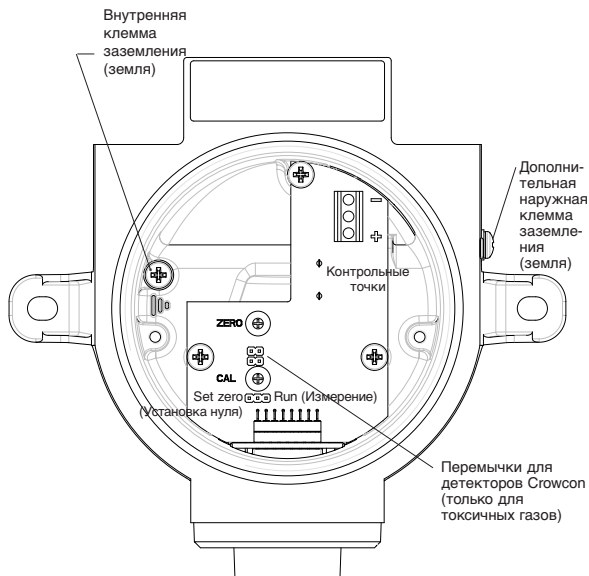

Рис. 6. Компоновка печатной платы детектора **Xgard** типа 2 (показана без защитной панели платы).
**Примечание.** Заземление детектора газов **Xgard** выполняется с помощью встроенной клеммы заземления (см. рис. 6). Внешняя клемма заземления (см. рис. 6) может использоваться только для дополнительного электрического соединения и только если это разрешено или требуется местными органами власти. Для ограничения радиочастотных помех соединительную коробку и оплетку кабеля следует заземлить на панель управления. Заземляющие соединения можно выполнять только в безопасной зоне, при этом следует избегать образования контуров заземления.